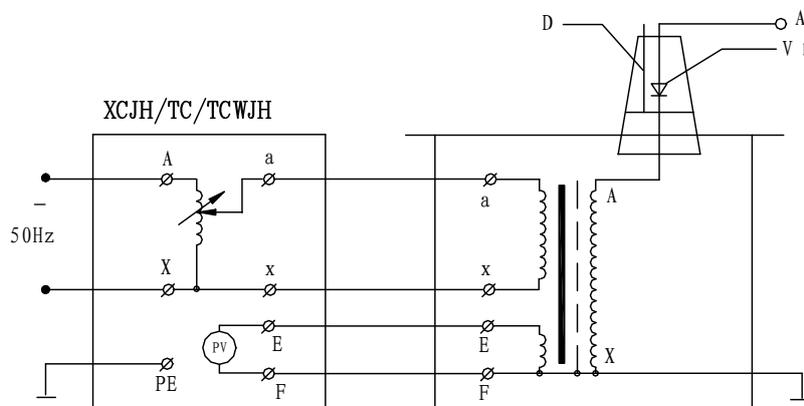

图 4: 单台 YD (JZ) 交直流试验变压器原理图
2、单台 YD (JZ) 试验变压器的工作原理图见图 4, 图中高压套管中装有高压硅堆, 串接在高压回路中作半波整流, 以获得直流高电压。当用一短路杆将高压硅堆短接时, 可获得工频高电压, 作为交流输出状态; 取消短路杆时, 作为直流输出状态。